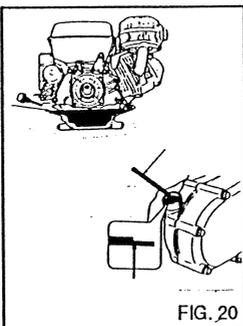

FIG. 20
Periodicamente controllare il livello olio nel motore a scoppio, estraendo il tappo con l'astina del livello (fig. 20). Cambiare l'olio dopo le prime 20 ore di funzionamento. In seguito sostituirlo ogni 100 ore di funzionamento. Usare esclusivamente olio SAE 20W/40. Agire come segue:
- 3) Togliere il tappo con l'astina livello (fig. 20).
- 6) Introdurre l'olio dal foro superiore e verificare il livello dell'olio con l'astina (fig. 20).